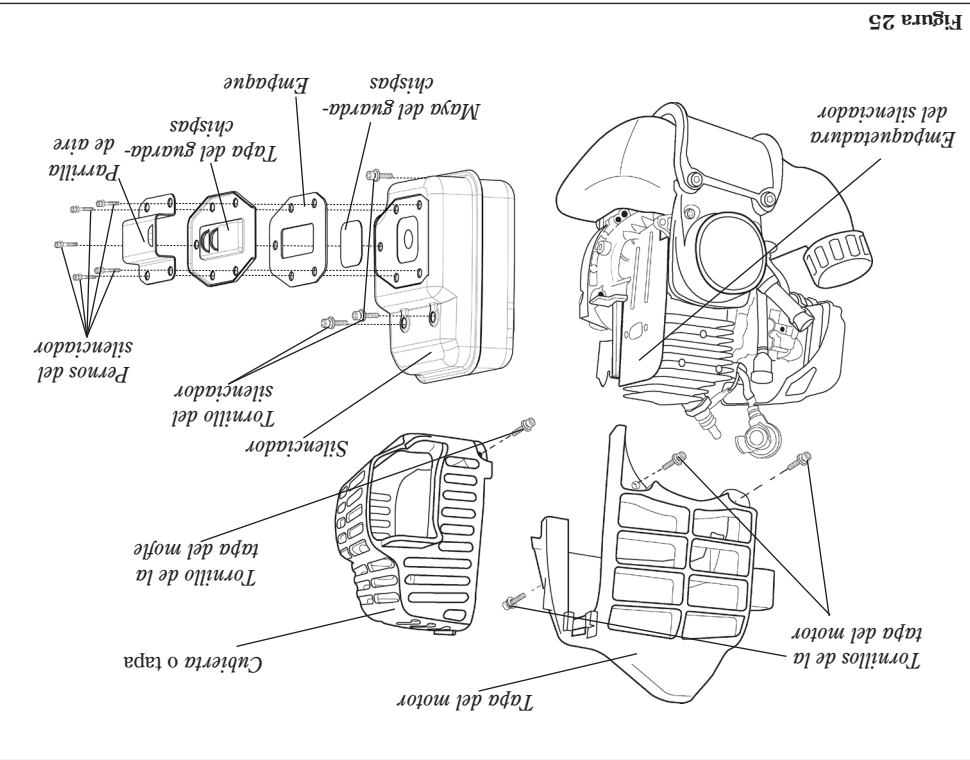

Figura 25
2. Con una llave hexagonal de 3 mm retire la cubierta del muelle en los tres tornillos de la tapa del motor y la tapa del motor. Consulte la figura 25.
3. Con un destornillador de cruz a retire los cinco tornillos sosteniendo la maya guardachispas y la tapa del silenciador. Consulte la figura 25.
5. Con una llave hexagonal de 3 mm retire los pernos del silenciador y el silenciador. Consulte la figura 25.